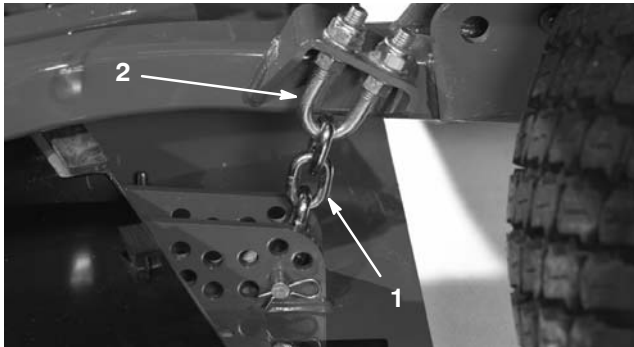

Figure 78
1. Desserrez les écrous de blocage en haut ou en bas de l'étrier fileté de la chaîne de hauteur de coupe (Fig. 78).